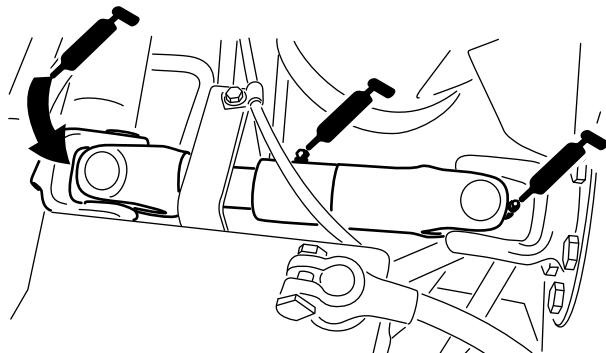

Figura 43
- Junta em U do veio de acionamento da bomba (3) (Figura 43)